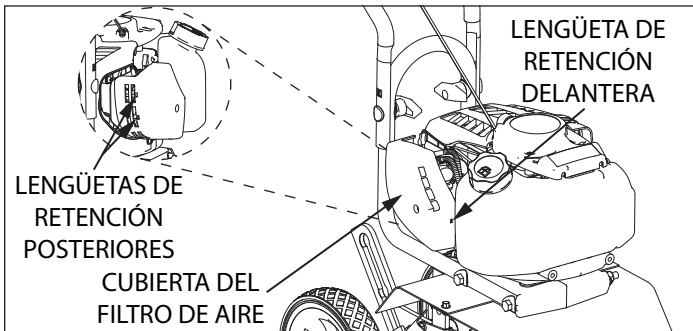

FIGURA 10
2. Para retirar la cubierta del filtro de aire, destornille el perno de la cubierta con un destornillador y suelte suavemente la lengüeta de retención delantera. Entonces, se puede deslizar la cubierta para sacarla de las lengüetas de retención posteriores y del motor. **CONSULTE LA FIGURA 10**